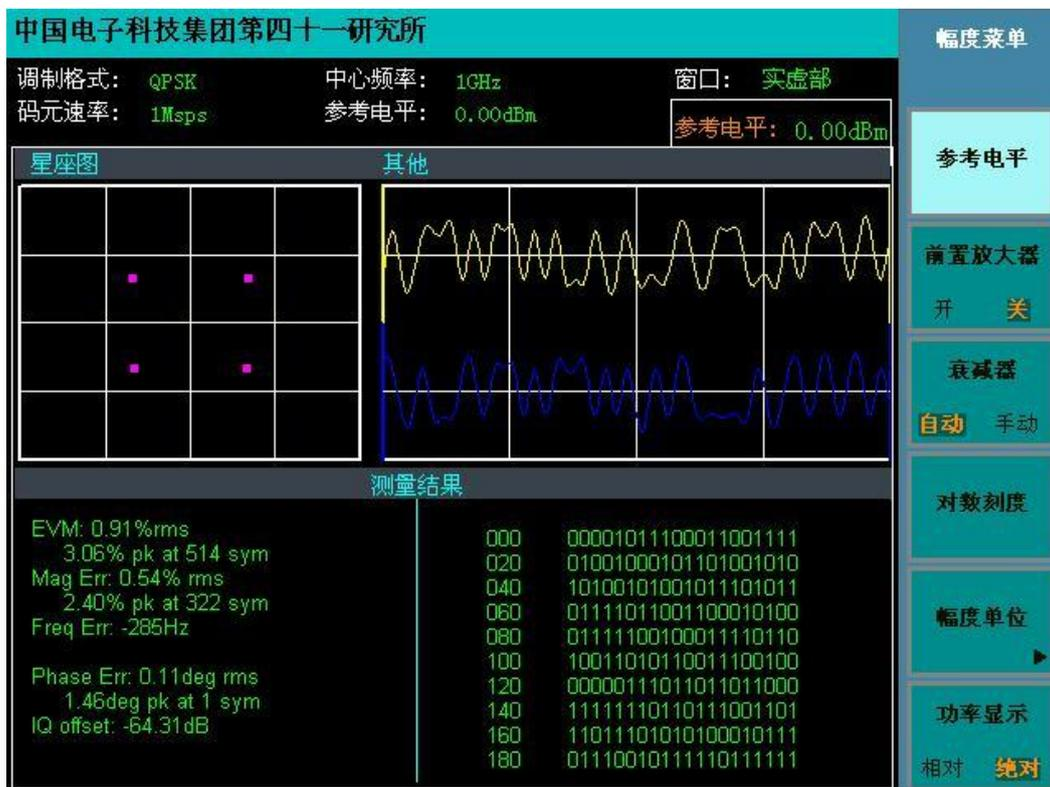

图 2-4 矢量信号分析结果
- 5) 激活[调制格式]菜单，选择 [QPSK] 菜单，设置当前数字解调格式为 QPSK；按[←]键返回到上一级菜单，再激活[调制参数]菜单，选择[码元速率]菜单，输入 1MHz；选择[滤波器]菜单，设置当前数字滤波器类型为 RRC；按[←]键返回到上一级菜单，选择 [ALPHA BT] 菜单，输入 0.35 后，按[确定]键确定，看到的测试结果见图 2-4；